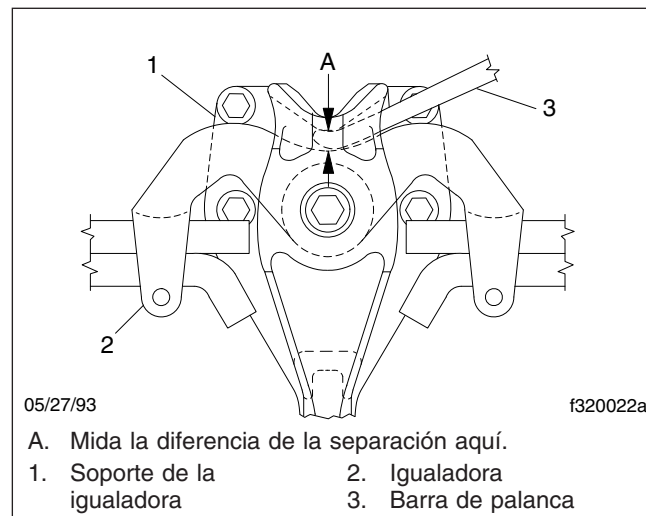

Figura 2, Vista lateral de la igualadora
- Eleve el chasis lo suficiente como para liberar el peso de éste de los muelles. Intente mover la igualadora hacia arriba y hacia abajo utilizando una barra de palanca entre la parte superior de la igualadora y la parte superior del soporte de la igualadora; aplique presión solamente con la mano. Vea la **Figura 2**. Si el movimiento en el centro de la igualadora excede 1/8 de pulgada (3 mm), reemplace los bujes de la igualadora. Vea